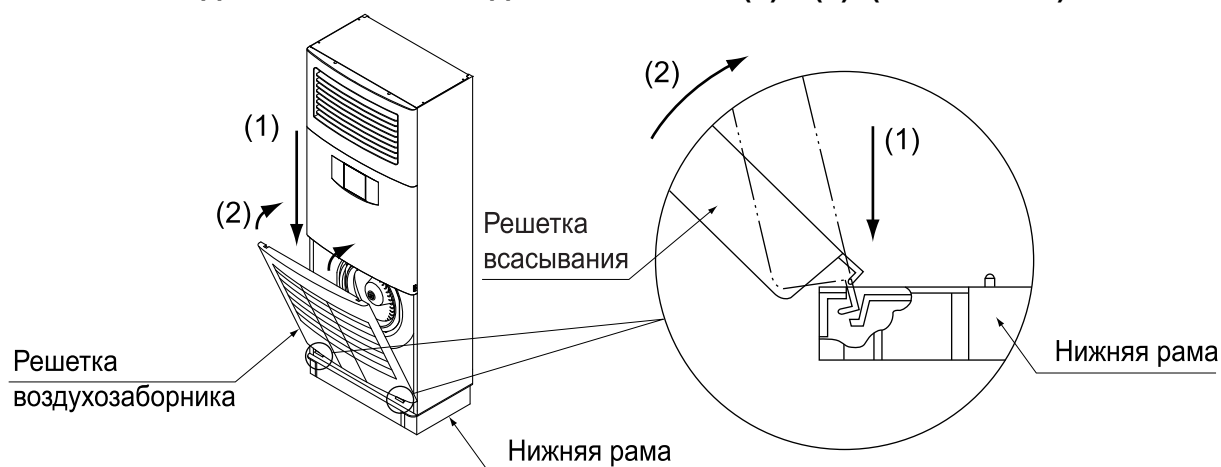

Рис. 40
1. Закрепите решетку воздухозаборника в углублении нижнего каркаса блока, выполняя движения в последовательности (1)→(2). (См. Рис. 40)